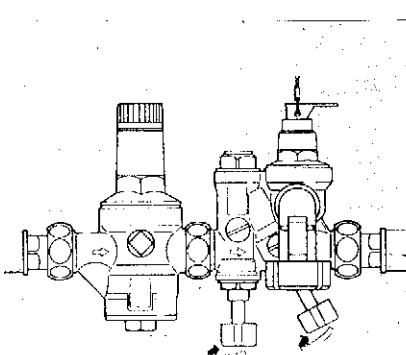
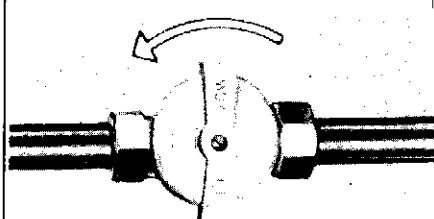

Рис. 1
Рис. 2
**Откройте запорные вентили холодной воды** (рис. 1) поворотом ручки влево до упора.
**Откройте соединительную газовую арматуру** (запорный газовый кран, рис.2) нажатием и одновременным поворотом ручки влево до упора.
Если Вы выключаете аппарат на длительное время, дополнительно следует закрыть газовую соединительную арматуру (рис.2).
Для слива воды закройте запорные вентили холодной воды (рис.1) перед ёмкостным водонагревателем VGH, а также газовую соединительную арматуру (рис.2). Снимите защитный кожух, установленный перед горелкой, и откройте расположенный под ним сливной вентиль, а также один кран горячей воды. Не закрывайте кран, пока ёмкостный водонагреватель полностью не опорожнится.
**При сбоях в работе** выключите ёмкостный водонагреватель VGH... и закройте газовую соединительную арматуру (рис. 2). Для устранения неисправности обратитесь в зарегистрированное специализированное предприятие. Только профессиональное обслуживание аппарата убережёт Вас от ущерба. Не старайтесь, пожалуйста, самостоятельно обслуживать аппарат.